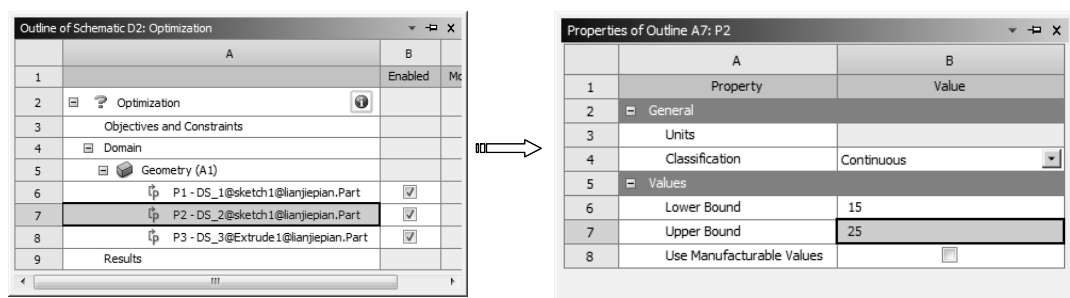

图 12-46 设置输入参数 P2 的范围
4) 设置输入参数范围。在【Outline of Schematic D2: Optimization】窗口中选择【Domain】下的 P2-DS_2 参数，然后在【Properties of Outline A7: P2】窗口中设置输入参数的初始值及上下限，如图 12-46 所示。